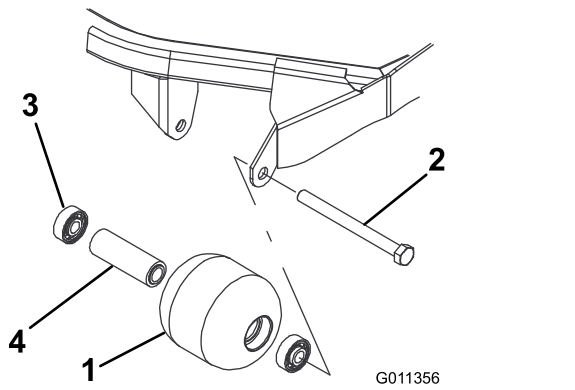

Bild 17
1. Entfernen Sie die Rollenbefestigungsschraube (Bild 17).
4. Prüfen Sie das Rollengehäuse, die Lager und das Distanzstück auf Beschädigungen (Bild 17). Tauschen Sie beschädigte Teile aus und bauen Sie alles wieder zusammen.
1. Drücken Sie das erste Lager in das Rollengehäuse (Bild 17). Drücken Sie dabei nur auf den äußeren Ring oder gleichmäßig auf die inneren und äußeren Ringe.
2. Setzen Sie ein Distanzstück ein (Bild 17).
3. Drücken Sie das zweite Lager in das Rollengehäuse (Bild 17). Pressen Sie dabei gleichmäßig auf den inneren und den äußeren Käfig, bis der innere das Distanzstück berührt.